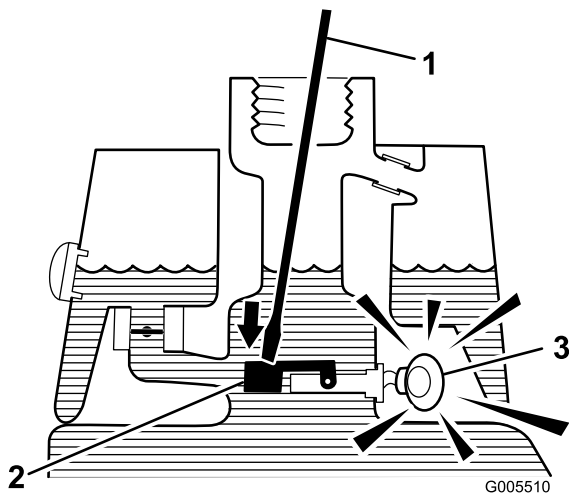

Figura 30
- 3. Insira uma barra ou uma chave de parafusos no bocal do depósito e empurre com cuidado o comutador de bóia (Figura 30). O alarme deverá ser activado ao fim do período de desfasamento de um segundo.